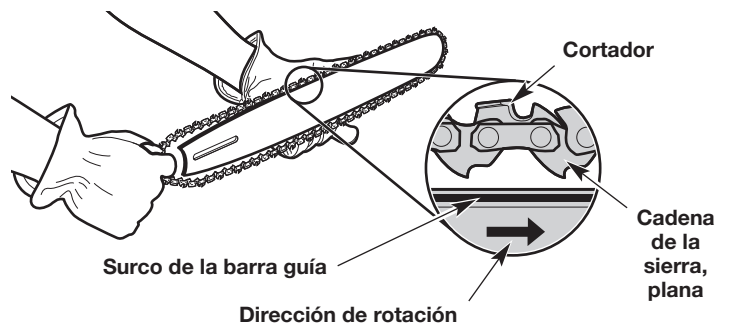
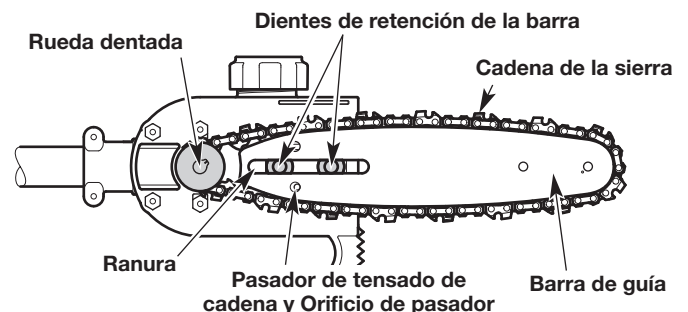

Fig. 14
Fig. 15
3. Coloque la cadena de la sierra en el surco de la barra guía (Fig. 14). Compruebe que los cortadores están en la dirección correcta de rotación (Fig. 14). Mantenga un lazo de la cadena de la sierra en el extremo trasero de la barra guía (Fig. 14).
4. Mantenga la cadena de la sierra y la barra guía juntas en la posición sobre la unidad. Enganche la cadena de la sierra alrededor de la rueda dentada de impulsión e instale la barra guía sobre los pernos de la barra (Fig. 15). Compruebe que la barra guía esté al ras contra la superficie de montaje. Compruebe que las partes planas sobre la cadena de la sierra están en los surcos de la rueda dentada de impulsión (Fig. 14 y Fig. 15). Compruebe que el pasador de tensado de cadena esté en el orificio del pasador en la barra guía (Fig. 15).
6. Instale la cubierta de la barra. Apriete el tornillo y dos (2) tuercas de retención de la barra.